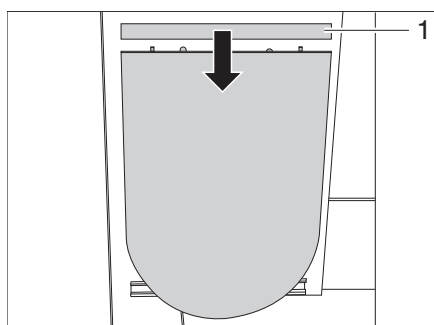

Fig. 42 Table pliante, repliée
- Placer la rallonge de table (Figure 42/1) en haut dans les chevilles en bois.